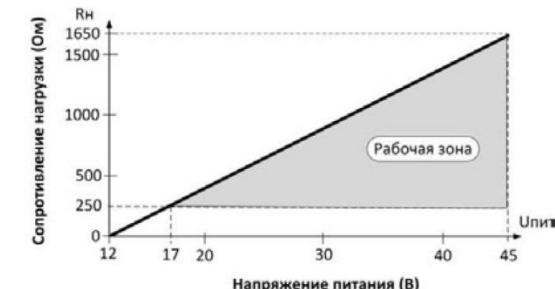

Рисунок 6. График ограничений по выбору сопротивления нагрузки (R_H), в зависимости от напряжения питания ($U_{\text{пит}}$).
3.2. Электрическое питание прибора ($U_{\text{пит}}$) общепромышленного и взрывозащищенного исполнения (взрывонепроницаемые оболочки «d») осуществляется от источника питания постоянного тока напряжением от 17 до 44 В. При этом допускаемое сопротивление нагрузки (R_H) для выходного сигнала 4..20 мА должно быть в пределах от 250 до 1650 Ом (рис. 6). Выходные сигналы и параметры питания представлены в таблице 1.